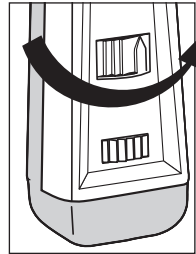

Fig. 5
1. To adjust from LO to HI, rotate dial clockwise (Figure 5).
1. Pour faire passer de LO (bas) à HI (haut), faites tourner le cadran dans le sens des aiguilles d'une montre (Fig. 5).